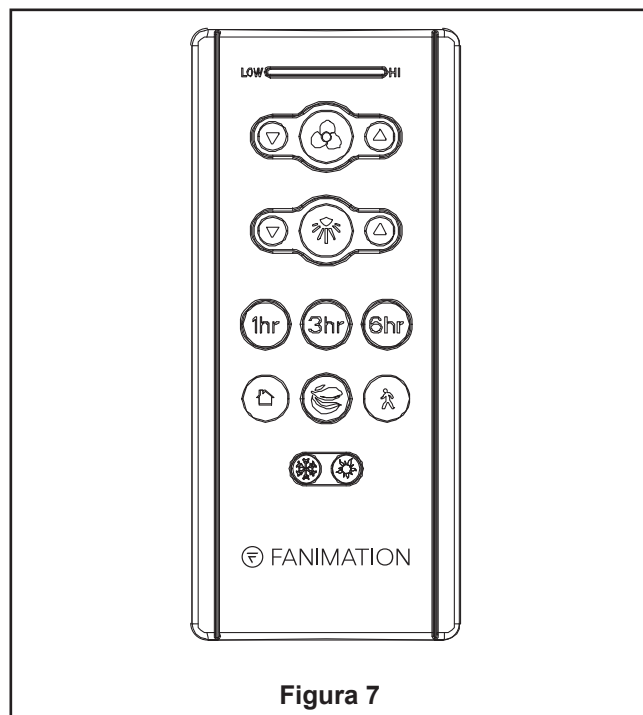

Figura 7
- ☐ **7. Asegure el vidrio en la ensamble de la placa de iluminación girándolo en el sentido de las agujas del reloj y sin apretar demasiado. (Figura 7)**
9. Funciones del control remoto: (Figura 7)